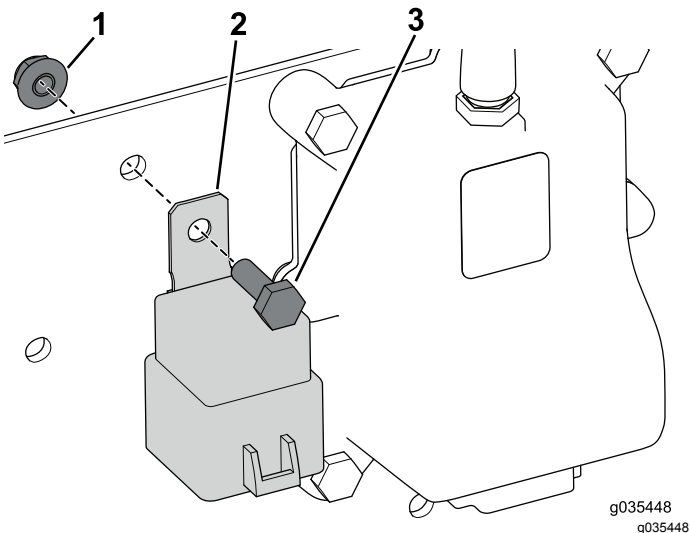

Figure 13
- Fixez le relais à l'aide du boulon (1/4 x 3/4") et de l'écrou à embase (Figure 13).